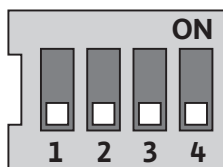

Fig. 32: DIP-brytare
DIP-brytarna (Fig. 14, pos. 6/Fig. 32) befinner sig under kåpan.